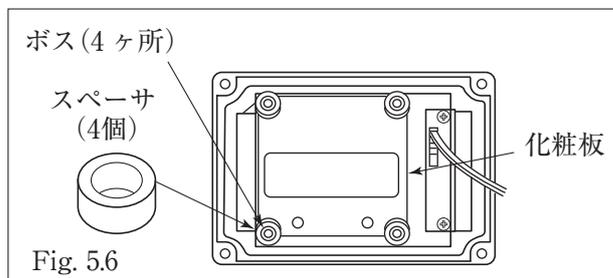
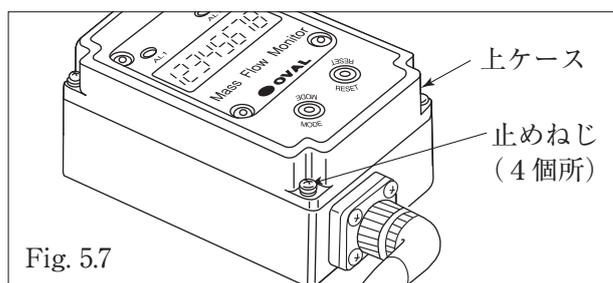

Fig. 5.6
Fig. 5.7
- ④ 表示ボードを固定していたボスに付いているスペーサ(白いリング)4個を取り出してください。(Fig.5.6)
- ⑤ 化粧板を抜き、向きを変えて上ケースにセットしてください。
- ⑥ 外したスペーサをボスにはめてください。
- ⑦ 表示ボードを化粧板の向きに合わせて上ケースにセットし、4本の止めねじ(2.6×8:締付トルク45cN・m)で固定してください。(化粧板に開いているLED用の穴と、表示ボードのLEDの位置を合わせる)
- ⑧ 下ケースのOリングが溝にはまっていることを確認し、ケーブルを挟まないよう注意しながら、上ケースを4本のねじ(3×14:締付トルク60cN・m)で均等に締め付けてください。(Fig.5.7)